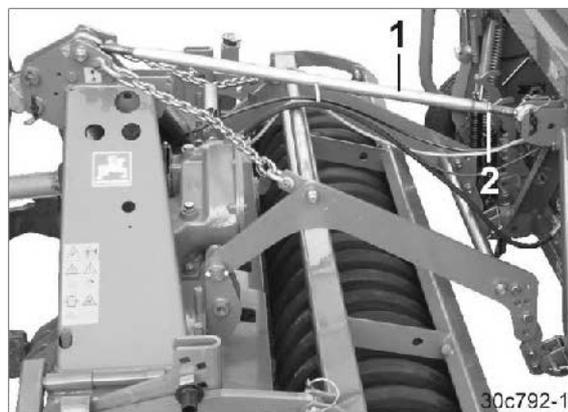

Fig. 36
8. Fixez le bras supérieur (Fig. 36/1) au bras supérieur de la machine avec la cheville du semoir.
11. Arrêtez le réglage du bras supérieur avec le contre-écrou (Fig. 36/2).